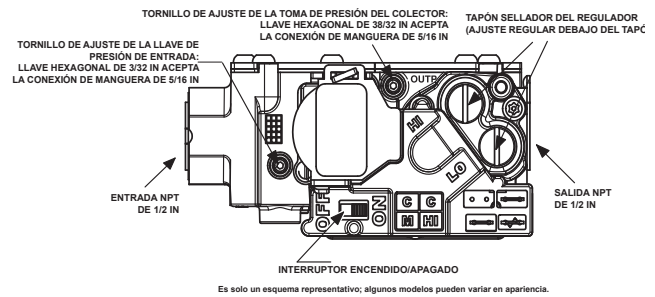

Fig. 64 – Válvula de gas con puertos de presión de torre
1. Ajuste la presión del múltiple para obtener una baja tasa de entrada de fuego. Consulte la Fig. 64.
- h. Quite la tapa de ajuste del regulador de presión de la válvula de gas de calor bajo y gire el tornillo de ajuste de calor bajo (3/16 in o un destornillador de punta plana más pequeño) hacia la izquierda (hacia afuera) para disminuir la tasa de entrada o hacia la derecha (hacia adentro) para aumentar la tasa de entrada. Consulte la Fig. 64.
2. Ajuste la presión del múltiple para obtener una alta tasa de entrada de fuego. Consulte la Fig. 64.
- b. Quite la tapa de ajuste del regulador de presión de la válvula de gas de calor alto y gire el tornillo de ajuste de calor alto (3/16 in o un destornillador de punta plana más pequeño) hacia la izquierda (hacia afuera) para disminuir la tasa de entrada o hacia la derecha (hacia adentro) para aumentar la tasa de entrada. Consulte la Fig. 64.